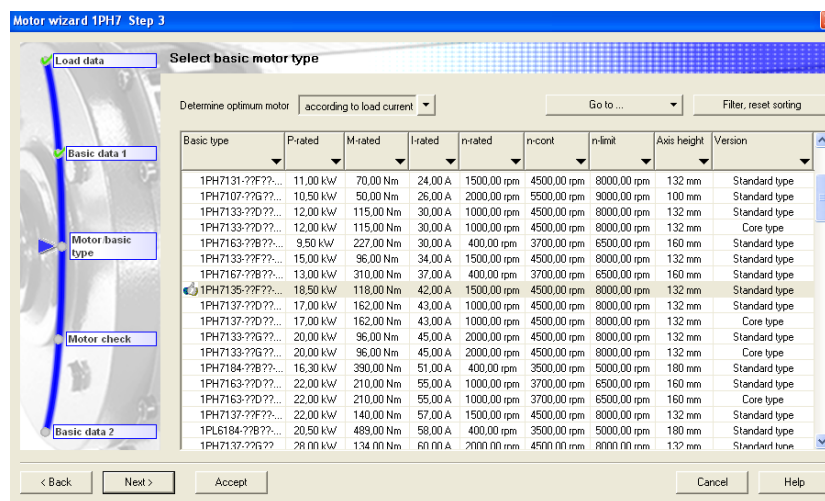

Figura 3.2.83 “Select basic motor type”
Paso 3 *Select basic motor type* (figura 3.2.83): como se puede observar en la imagen en este paso se procede a la selección del motor que mejor se adapte a las características introducidas en el paso 1 y a las opciones seleccionadas en el paso 2. Para ello se tiene la herramienta *Determine optimum motor*, la cual mostrará el motor óptimo dependiendo del criterio que se seleccione, en este caso se dispone de dos opciones, *According to load current* y *According to frame size*. Los resultados obtenidos para cada una de las opciones, vienen indicados en la tabla 3.2.7.